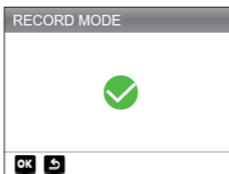

図 8.1.5
4. 録音モードの設定を変更するには (図 8.1.5 を参照)、録音モードを選択して [OK] を押します。録音モードは規定のオンになっていますが、もう一度 [OK] を押すとオフにできます。